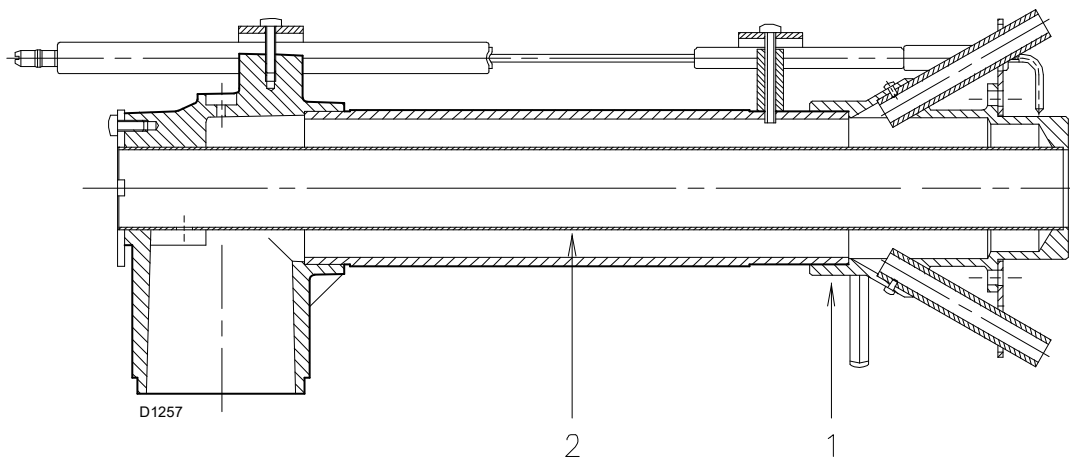

Abb. 1
- die Verteilergruppe 1)(Abb. 1) gegen die beige packte Gruppe für Flüssiggasbetrieb tauschen;
- die Nutmutter 3) - 4)(Abb. 1) gegen den beige packten Stopfen tauschen.